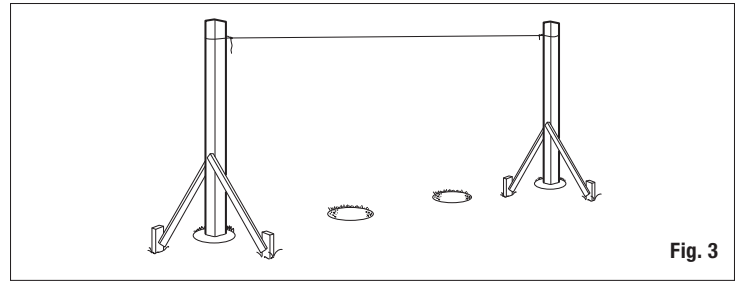

Fig. 3
- Instala primero los postes de los extremos y las esquinas. Extiende una cuerda entre los postes a lo largo de la línea de la cerca. Esto fija una referencia, asegurando que los postes estén correctamente alineados (Fig. 3).